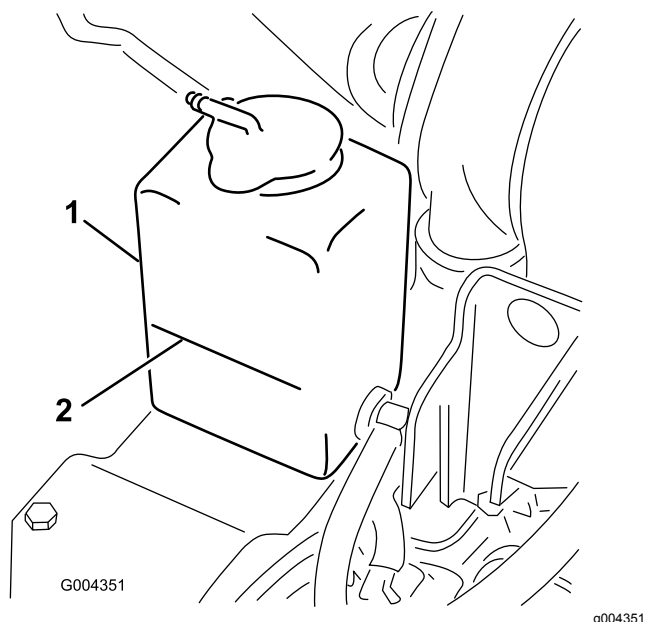

Рисунок 50
3. Проверьте уровень охлаждающей жидкости в расширительном бачке (Рисунок 50).
I. Добавляйте охлаждающую жидкость в расширительный бачок до тех пор, пока ее уровень не достигнет линии Full на стенке бачка (Рисунок 50).